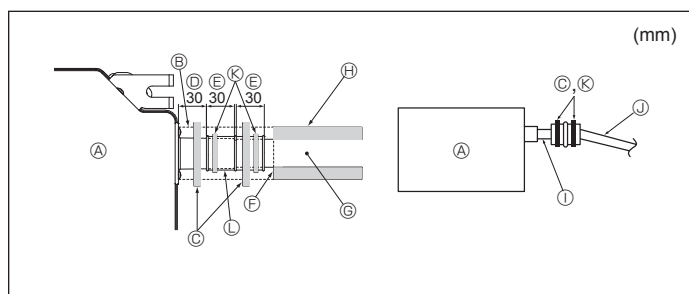

Fig. 3-5
- ① PVC BUIS met buitendiameter van $\varnothing 32$
- ② Maak de bocht zo groot mogelijk
- ③ Binnenunit
- ④ Gebruik dickere leidingen voor gegroepeerd leidingwerk.
- ⑤ Naar beneden lopend verval (1/100 of meer)
- ⑥ PVC BUIS met buitendiameter van $\varnothing 38$ voor gegroepeerd leidingwerk. (met ten minste 9 mm isolatie erop)
- ⑦ Maximaal 850 mm
1. Sluit de aftapbus (meegeleverd met de unit) aan op de afvoeropening. (Fig. 3-5) (Bevestig de bus met behulp van PVC-plakband en zet deze stevig vast met behulp van een band)